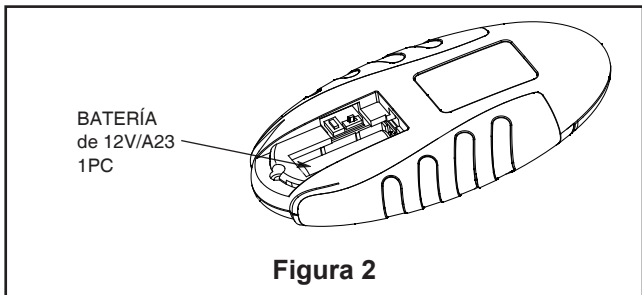

Figura 2
2. Para que funcione el ventilador, instale una pila de 12 voltios y 23 A. en el transmisor a distancia. Si no lo utiliza durante largos periodos de tiempo, extraiga la pila para evitar cualquier daño al transmisor. Almacene el mando lejos de un calor o humedad excesivos. (Figura 2)